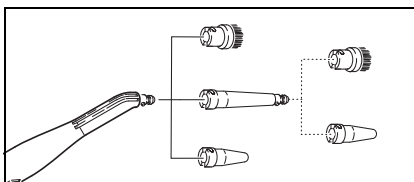

Fig. 8
- Duza punctiformă (D1) poate fi utilizată și cu prelungitorul (D2), peria cilindrică (D3) sau duza de forță (D4) (vezi fig. 8). Pentru aceasta introduceți ambele de gajări ale prelungitorului pe blocatoarele